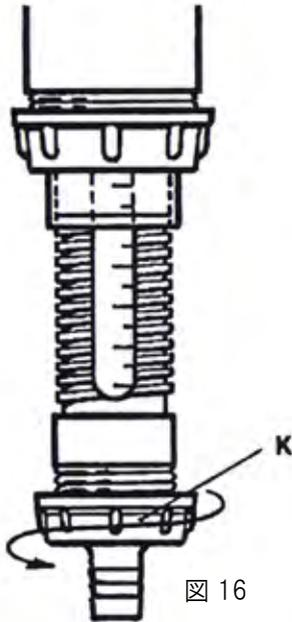

図 16
1) 黒のプラスチックナットを緩め（図 16-K）、下の方向に引き下げて（図 17）、バルブアッセンブリを取り外します。